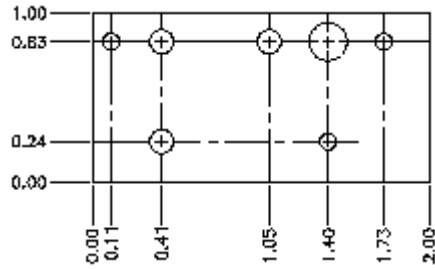

图 8-53 利用 QDIM 命令创建坐标标注
(4) Ordinate。创建一系列的坐标标注。如图 8-53 所示的利用 QDIM 命令创建坐标标注。
(5) Radius。创建一系列的半径标注。